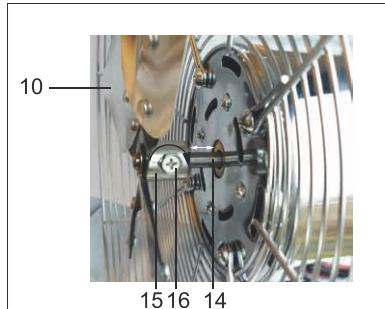

Fig.53: Montage rotor
15. Draai de kruiskopschroef (16) op de afstandhouder (15) van de rotor (10) tegen de klok in los tot de opening die ontstaat, voldoende is.
16. Schuif de rotor (9) met de afstandhouder vooraan op de motoras (14).
- De rotor mag niet met de afstandhouder direct op het motorblok rusten. Zie afb. 53.*